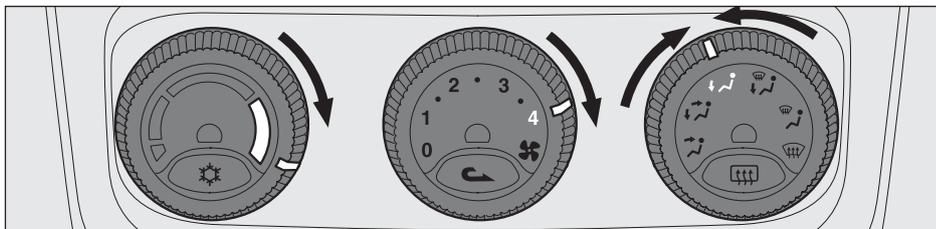

fig. 101
Premendo il pulsante (4-fig. 101)  si abilita l'inserimento del compressore dell'impianto di climatizzazione e automaticamente si aziona anche l'elettroventilatore alla prima velocità anche se la ghiera della manopola (2) è in posizione **0**. Con impianto inserito si illumina il led ubicato accanto al pulsante stesso. Il compressore del climatizzatore può funzionare solo con motore acceso e con temperatura esterna non particolarmente bassa. Se viene disinserito il compressore del climatizzatore, viene automaticamente aperto il ricircolo aria, con spegnimento del led relativo, al fine di prevenire l'appannamento dei cristalli. Il ricircolo aria interna può comunque essere inserito premendo il pulsante (**5**) . Se la ventola si trova in posizione **0** il compressore dell'impianto di climatizzazione non si inserisce.